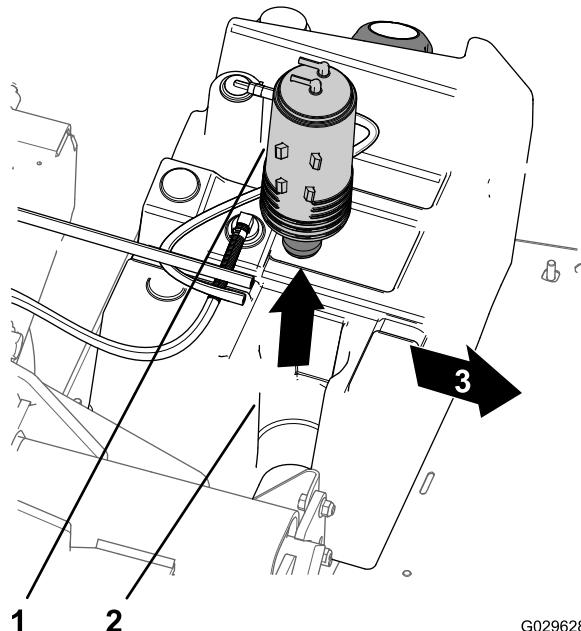

図 46
3. 燃料タンクのマウントからカーボンキャニスタを取り出す図 46。
- 新しいカーボンキャニスターを、燃料タンクのマウントに取り付ける二つのフィッティング Purge と Fuel tank を後ろに向けて取り付ける図 46。